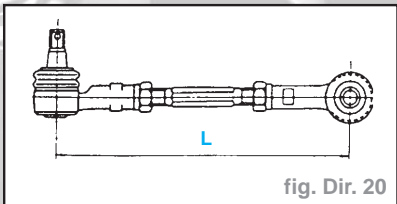

fig. Dir. 20
- Reposer le contre-écrou et la rotule de barre d'accouplement sur la barre d'accouplement de la même longueur fileté sur la longueur "L" (fig. Dir. 20).